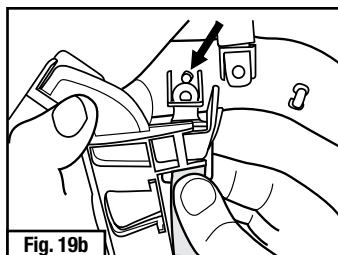

Fig. 19b
2. Instale a tira para o queixo inserindo os cliques da tira para o queixo nos pontos de fixação na suspensão (carneira) conforme a Fig. 19b. Pressione com firmeza o orifício no clipe da tira para o queixo no ponto de fixação na suspensão (carneira).